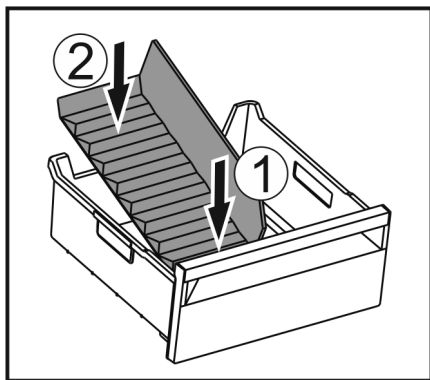

Fig. 184
- ▶ Sett inn den fremre delen av isrom-deleren. Fig. 184 (1)
- ▶ Senk den bakre delen av isrom-deleren til bunnen av skuffen. Fig. 184 (2)